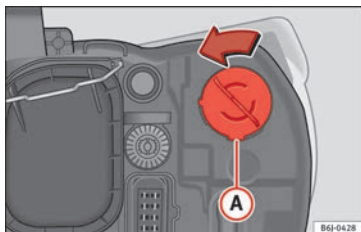

Fig. 186 Indicatore di direzione
- Ruotare il portalampadine » fig. 186 (A) verso sinistra e tirare.